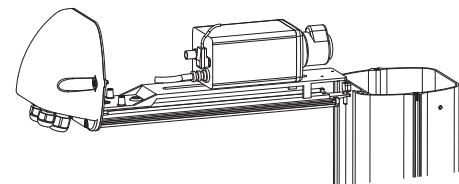

Fig. 02
Per l'apertura della custodia, svitare le 2 viti poste lateralmente a metà altezza sul fondo posteriore (01), sfilare il corpo (02), appenderlo al sostegno apposito (*Fig. 02, pagina 4*) e lasciare in posizione di lavoro la slitta interna ed esterna. Prima di chiudere la custodia mettere all'interno la busta silicagel togliendo il sacchetto protettivo in nylon.